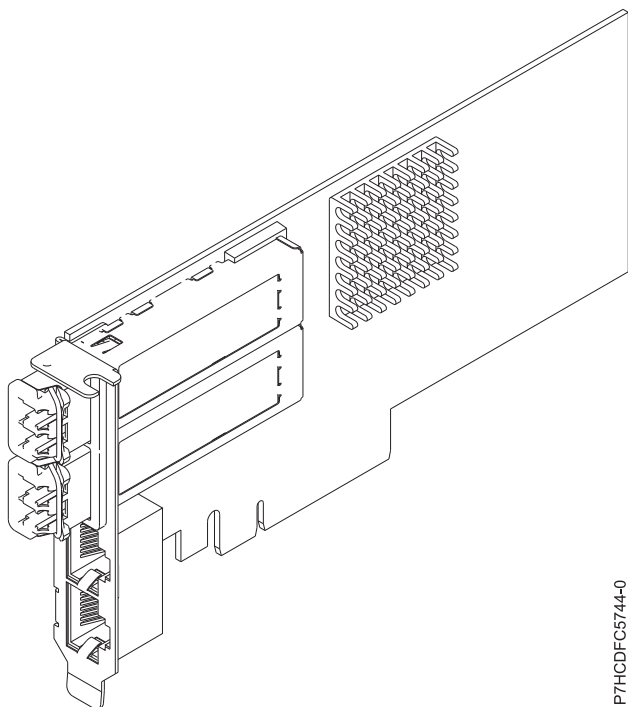

図 23. PCIe2 LP 2x10GbE SR 2x1GbE UTP アダプター
PCIe2 LP 2x10GbE SR 2x1GbE UTP アダプターは、PCI Express 第 2 世代、ロー・プロファイル、4 ポート・イーサネット Unified Wire アダプター (PCI Express 2.0 ホスト・バス・インターフェース付き) です。このアダプターは、クラウド・コンピューティング、仮想化、ストレージ、およびその他のデータ・センター・アプリケーション向けに最適化されています。4 個のポート・アダプターが 2 個の 10 Gb イーサネット・ポートと 2 個の 1 Gb イーサネット・ポートを提供します。この 2 個の 10 Gb スモール・フォーム・ファクター・プラグ可能 (SFP+) 単一ルート (SR) トランシーバー・ポートが、ネットワーク内の他のサーバーまたはスイッチとの接続に使用されます。各 SFP+ (SR) ポートは公称データ速度 10 Gbps (G ビット/秒) でのイーサネット接続を提供し、最大ケーブル長が 5 m (16.4 ft) の SFP+ 銅線平衡型ケーブルを使用します。各 RJ45 ポートは、データ速度 1 Gbps でイーサネット接続を提供します。アダプターのリンク集約およびフェイルオーバー・フィーチャーは、冗長度および高可用性を必要とする重要なネットワーク・アプリケーションに最適です。78 ページの図 23 は、FC 5745 アダプターを示しています。